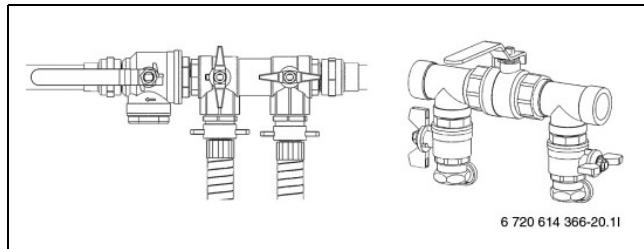

Fig. 24 Vulinrichtingen in de drukverhoggingspositie
- ▶ Na een uitgevoerde ontluchting het circuit onder druk zetten. Ventielen van de vulinrichting op de drukverhoggingspositie zetten en circuit onder 2,5 tot 3 bar druk zetten (→ Fig. 24).